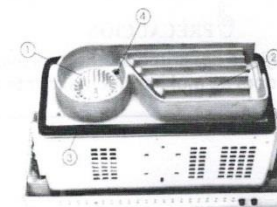

Figura 22: Parte posterior del grupo motor. (1) Turbina, (2) Calefactor, (3) Burllete
4. La Figura 22: Parte posterior del grupo motor. (1) Turbina, (2) Calefactor, (3) Burllete, muestra la parte posterior del Grupo Motor cuya superficie está en contacto con el aire que circula por el habitáculo del niño; es habitual que se encuentre sucia con pelusas y otros depósitos. Estas pelusas no provienen del exterior dado que el microfiltro de aire impide la entrada de partículas superiores a 0,5 micrones. Proviene de los elementos que se utilizan dentro de la incubadora para el cuidado del niño, como ser gasas, algodón, descamaciones de la piel, etc. Es importante su higiene para evitar contaminaciones cruzadas.